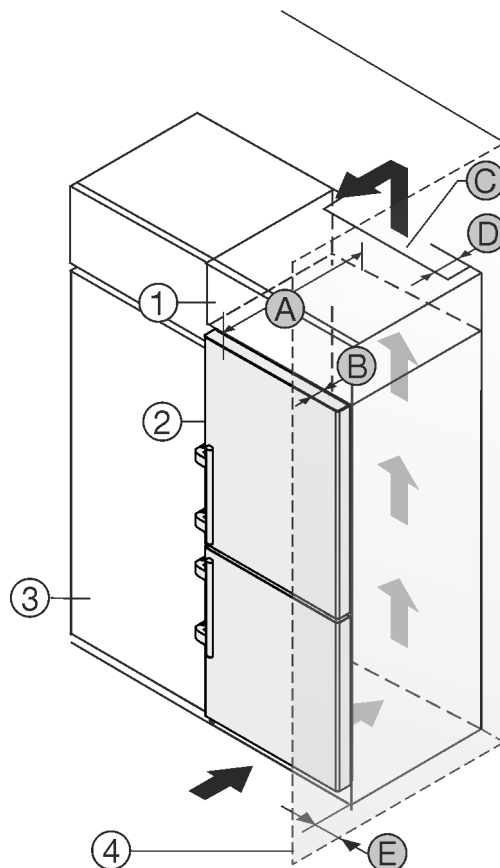

Fig. 47
Перед встановленням пристрою можна змінити його конструкцію відповідно до кухонної шафи. Щоб привести висоту пристрою Fig. 47 (2) у відповідність із розмірами кухонної ніші, можна встановити на нього спеціальну шафу Fig. 47 (1).
Пристрій можна встановлювати безпосередньо поряд із кухонною шафою Fig. 47 (3). Щоб мати можливість повністю відкривати дверцята, потрібно, щоб пристрій стояв на відстані глибина Fig. 47 (B) відносно передньої панелі кухонної шафи. Залежно від глибини кухонної шафи та використання пристінних розпірок пристрій може ще більше видаватися вперед.
- Глибина Fig. 47 (D) вільного простору вздовж усієї задньої сторони шафи повинна бути.
- Слід дотримуватись вентиляційного отвору Fig. 47 (C) в стелі приміщення.
Якщо пристрій з шарнірами встановлюється поряд зі стінкою Fig. 47 (4), слід дотримуватись відстані Fig. 47 (E) між пристроєм та стінкою. Це відповідає необхідній відстані для ручки після відкривання дверцят.